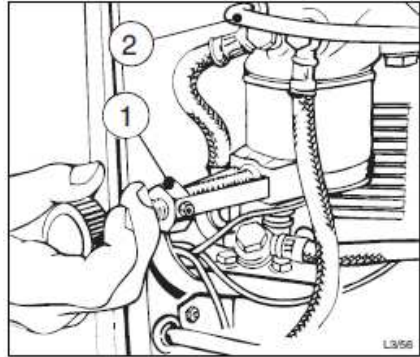

Abb. 49 – Kraftstofffilters demontage
- Das zu wechselnde Filter mit entsprechendem Bandschlüssel („1“) lösen und herausnehmen (abb. 49).